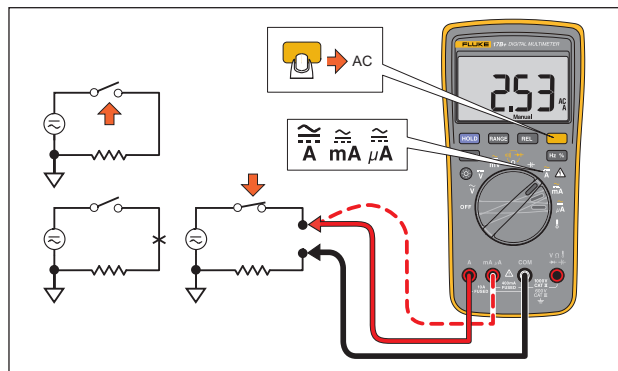

Figura 2. Medición de corriente de CA y CC
3. Conecte la punta de prueba roja al terminal **A** o **mA** $\mu\mathbf{A}$ según la corriente que desee medir y conecte la punta de prueba negra al terminal **COM**. Consulte la Figura 2.